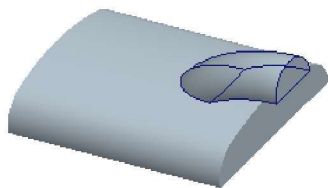

图 2.10 扫掠特征
Step6. 创建图 2.10 所示的扫掠特征。
(1) 在 **实体** 区域中单击  后的小三角, 选择  **扫掠** 命令后。系统弹出“扫掠”对话框。
(2) 在“扫掠”对话框的 **默认扫掠类型** 区域中选中  **单一路径和横截面(S)** 单选项, 其他参数接受系统默认设置值, 单击 **确定** 按钮。